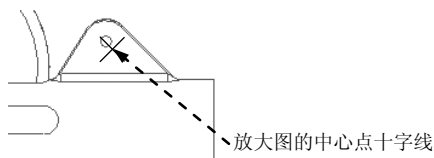

图 10.4.32 放大图的中心点
Step2. 在系统 **在一现有视图上选取要查看细节的中心点。** 的提示下，在图 10.4.32 所示的圆的边线上选择一点（在主视图的非边线的地方选择的点，系统不认可），此时在拾取的点附近出现一个十字线。